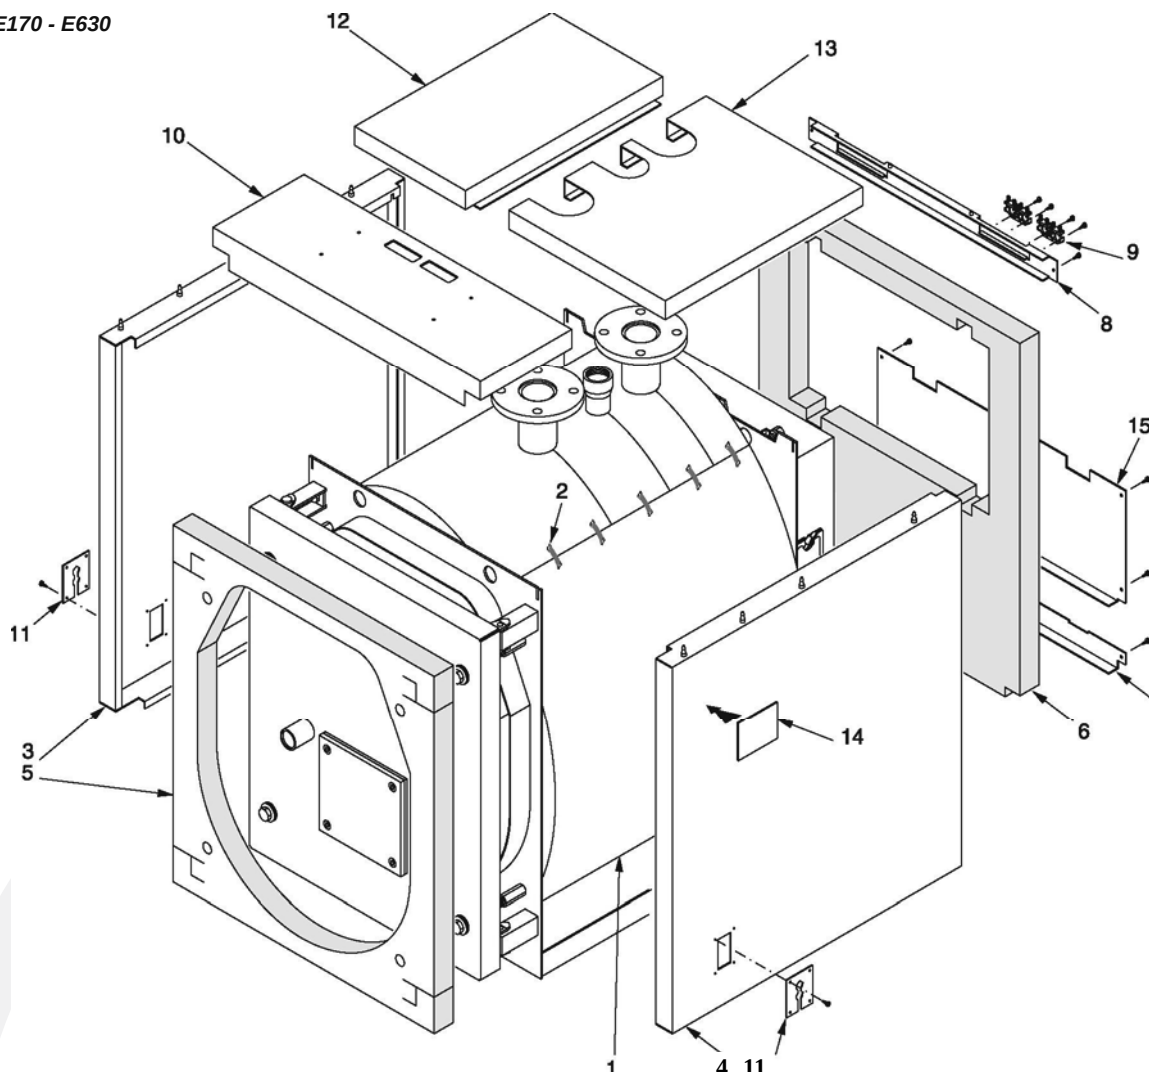
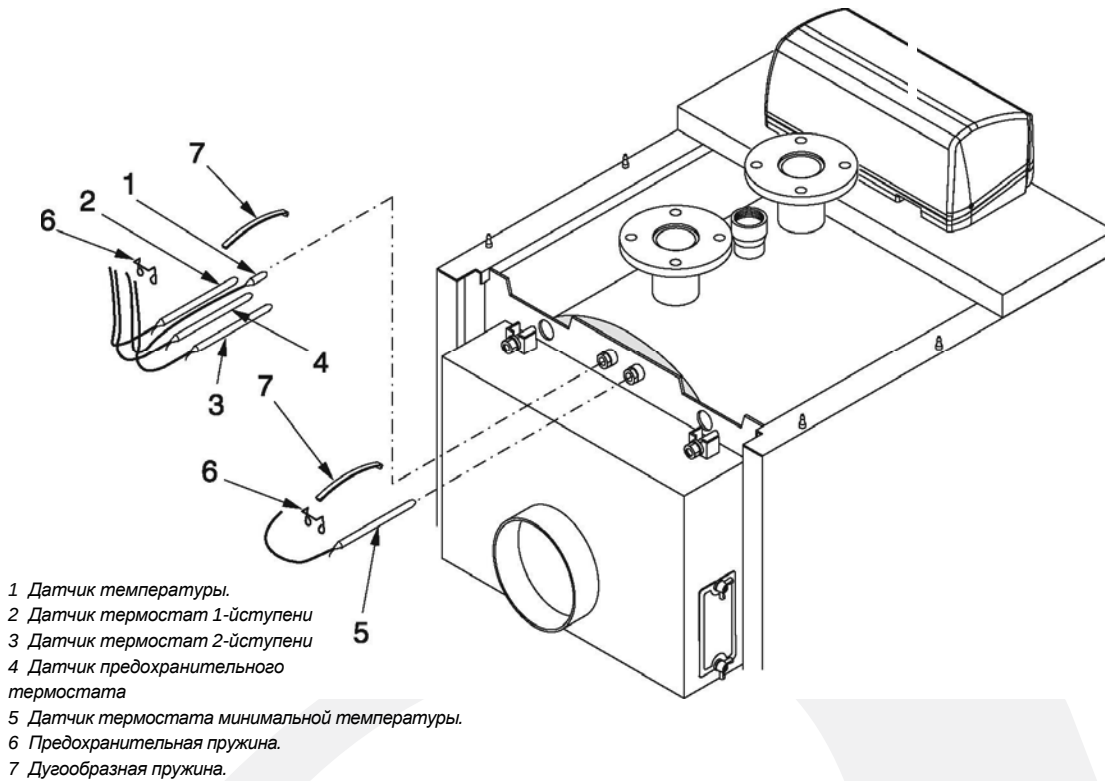

рис. 21
рис. 22
N.B. Для моделей котла от **E 170** до **E 510** (см. рис. 21), обшивка и изоляция находятся в одной упаковке с маркировкой:
N.B. Для модели **E 630** (см. рис. 21) и для моделей от **E 760** до **E 2200** (см. рис. 22 и 23), обшивка и изоляция находятся в трех упаковках маркированных:
Последовательность монтажа (см. рис. 21)
- Ж) Вставьте датчики приборов в манжеты, как показано на рис. 22 и подключите пульт управления к электропитанию, к горелке, насосу, и т.д. Закройте крышку панели управления. Проведите кабель горелки через зажимную панель проводов (поз. 11) со стороны его выхода и зафиксируйте кабель при помощи прилагаемого хомута. Зафиксируйте зажимные панели проводов (поз. 11) на боковых панелях обшивки. С обратной стороны котла аккуратно соедините выходящие электрические кабели в связку при помощи прилагаемого зажима.
- Ф) Вставьте датчики приборов в манжеты, как показано на рис. 22 и подключите пульт управления к электропитанию, к горелке, насосам, и т.д. Закройте крышку панели управления.